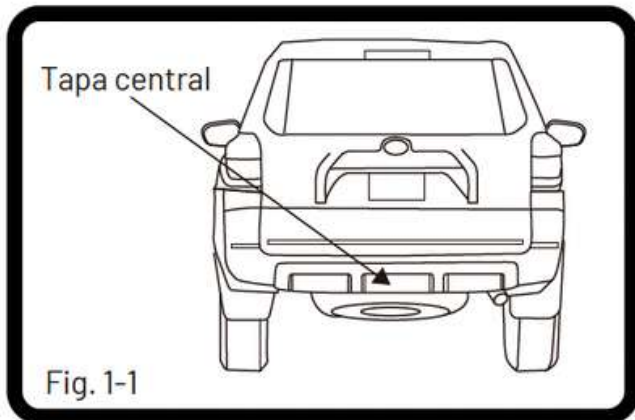

Fig. 1-1
Aplicar cinta de enmascarar a los paneles que están encima de la defensa del para choques. Para evitar daños al quitar la defensa del para choques, aplique cinta adhesiva en las esquina inferior y superior izquierda de la puerta. (Fig. 1-1)
**1.** Retirar la tapa central ubicada en el bumper trasero. (Fig 1-1)